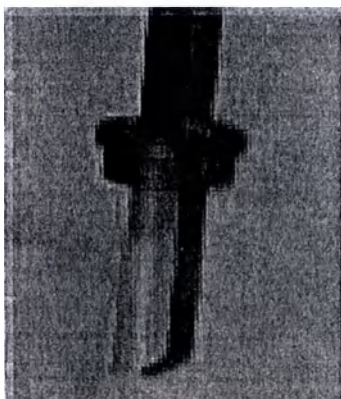

Рисунок 14
2. Перед введением тонкого наконечника в канюлю манипулятора инструмента вставьте широкий конец интродьюсера в ручку инструмента так, чтобы наконечники были полностью закрыты рукавом интродьюсера инструмента (Рисунок 14).